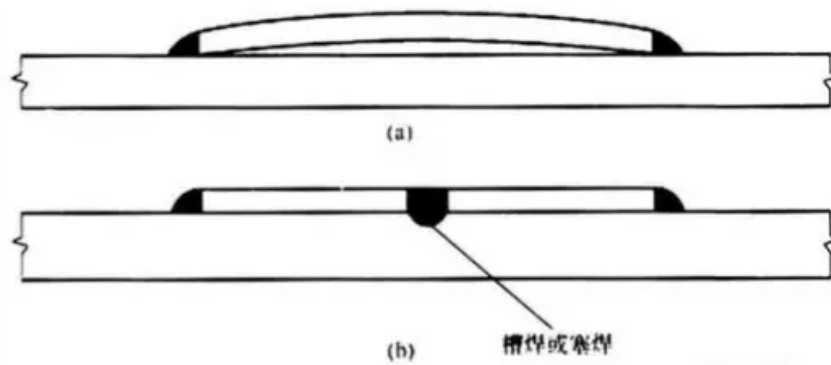

图8 采用塞焊或槽焊方法定位加强板示意
1. 焊接加强板经常被焊接到钢板（基板）的表面，加强板外边缘的角焊缝容易使加强板的中心部位翘起，离开钢板表面并产生角变形，如图 8(a)所示。这种现象会增加机加工和车削加工的难度，应如何解决这个问题？
解决的方法是在加强板中间部位采用塞焊或槽焊，将加强板表面与基板表面贴紧，消除变形以利于进行机械加工。采用塞焊或槽焊方法定位加强板示意如图 8(b)所示。